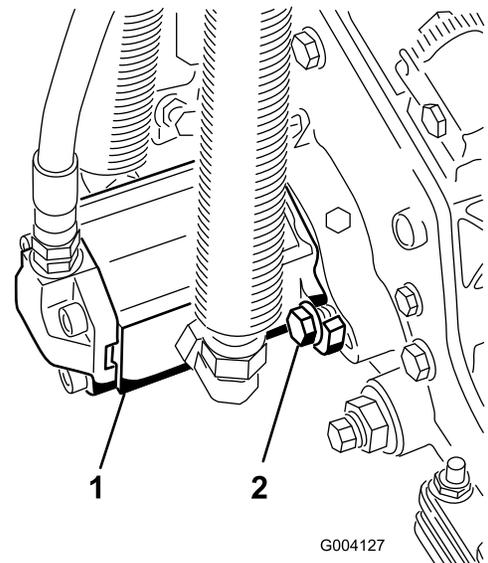

Figure 11
15. Montez le moteur en le tournant dans le sens horaire jusqu'à ce que les brides passent les vis (Figure 11). Tournez le moteur dans le sens antihoraire jusqu'à ce que les brides encerclent les vis, puis serrez les vis.